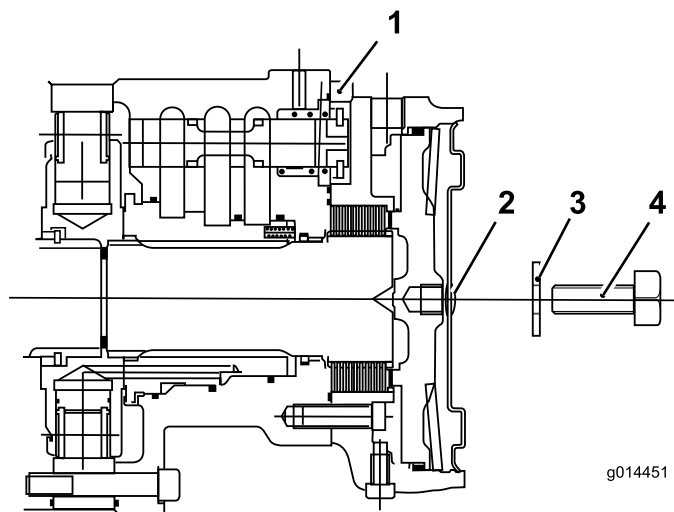

Figure 64
- C. Placez le bouchon hexagonal dans la plaque d'extrémité du moteur (Figure 64).